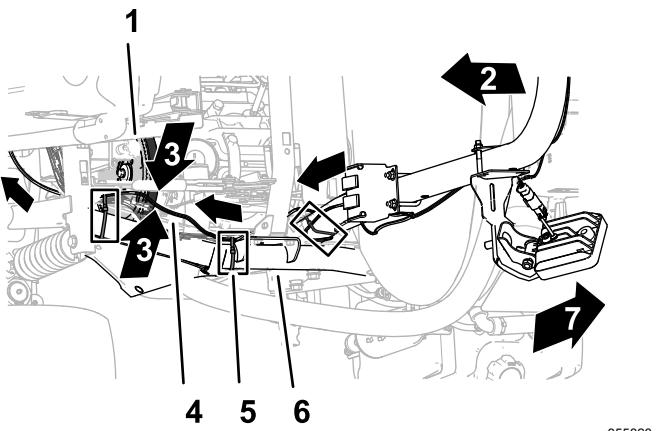
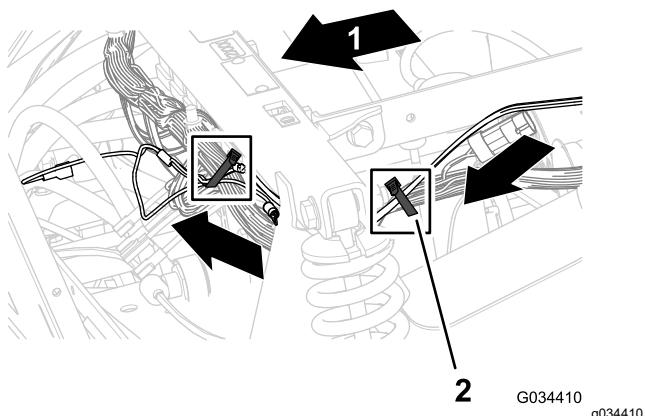

Figura 11
Figura 12
2. En los interruptores de las luces, dirija el ramal del arnés de cables con el terminal hembra y el terminal de anillos hacia abajo y hacia delante, tal y como se muestra en la Figura 11 y en la Figura 12.
3. Sujete el arnés de cables del kit de luces de trabajo traseras en el tubo del ROPS, el tubo del bastidor delantero superior y el arnés de cables de la máquina conbridas para cables, tal y como se muestra en la Figura 10, Figura 11 y Figura 12.
Nota: Enrolle el arnés sobrante en el tubo superior delantero del bastidor y sujete el mazo con una brida, como se muestra en la Figura 11.